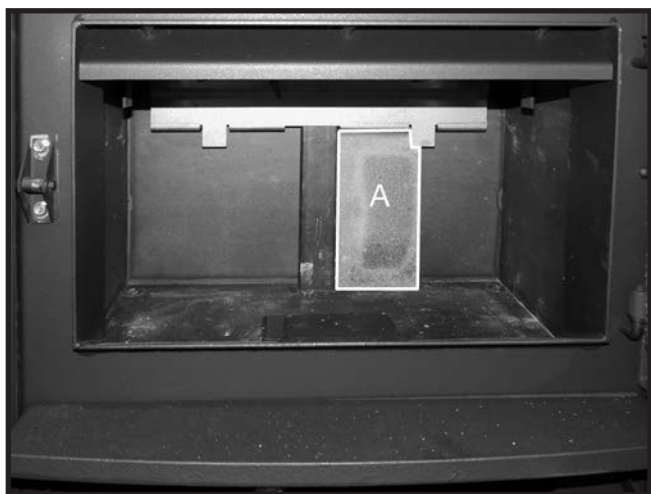

Figure 13: Installation de la première brique sur le mur du fond.
1. Placer une brique A verticalement derrière l'onglet sur le rail. Glisser la brique vers le centre du mur du fond (Figure 13).